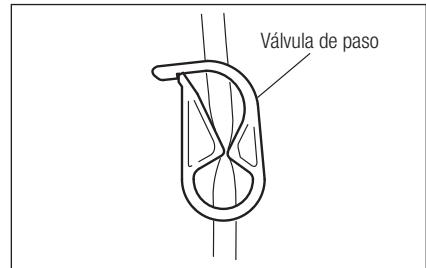

Fig. 12
1) Cierre la válvula de paso del tubo, entre la aguja del tubo de irrigación y la bomba de irrigación, tal y como se muestra en la Fig. 12.